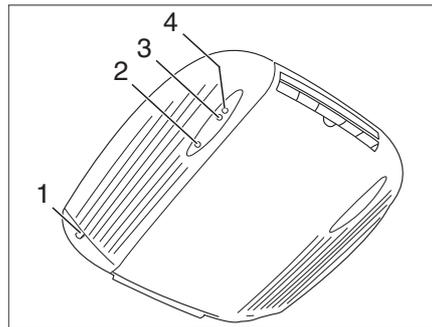

Bild 206 Innenansicht
- Fahrzeug an die 230-V-Versorgung anschließen. Die Klimaanlage ist betriebsbereit. Die rote LED (Bild 206,2) leuchtet.
Die grüne Kontroll-Leuchte (Bild 206,3) zeigt den Kühlbetrieb, die rote Kontroll-Leuchte (Bild 206,4) den Heizbetrieb an.